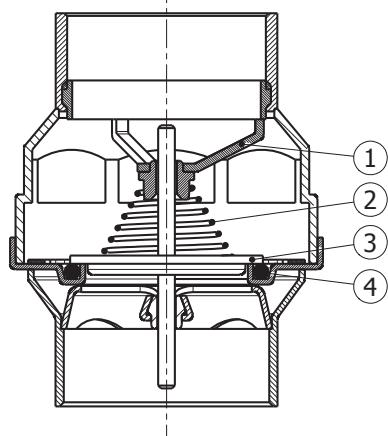

Fig. 2
- Per le valvole di misura fino a 2" non esistono ricambi. Per le valvole di misura 2"1/2, 3" e 4" è possibile sostituire la guida otturatore (rif.1 Fig. 2), la molla (rif.2 Fig. 2), l'otturatore (rif.3 Fig. 2) e l'anello di tenuta (rif. 4 Fig. 2).